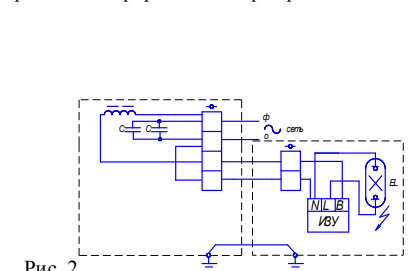

Рис. 2
8.3 Для подключения светильника к ПРА и ПРА к сети необходимо: снять крышку ПРА, отвернув крепежные винты; пропустить в корпус через уплотнительные ниппели кабель (провода) и подключить их к клеммам соответственно от светильника - «лампа», от сети – «сеть» жилы заземления к заземляющему контакту по схеме (рис. 2) закрыть крышку, завернув крепежные винты.